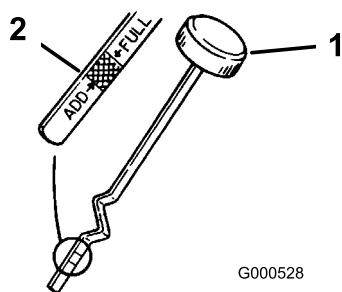

Figura 34
3. Svitare l'asta di livello dell'olio e pulirne l'estremità (Figura 34).